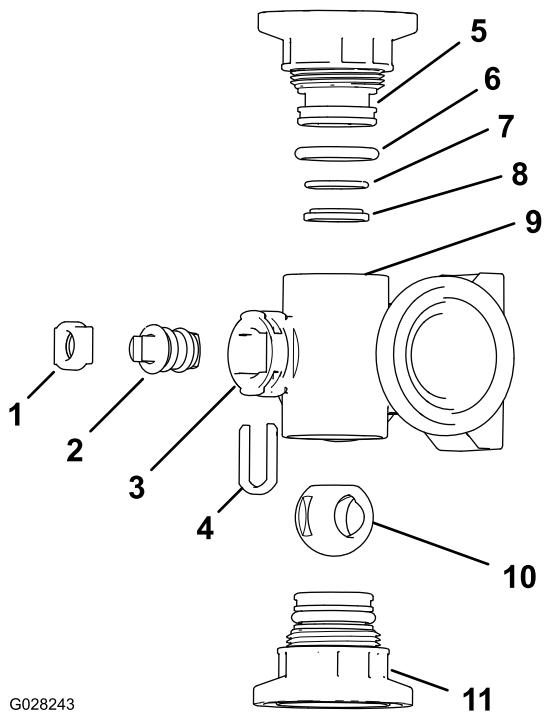
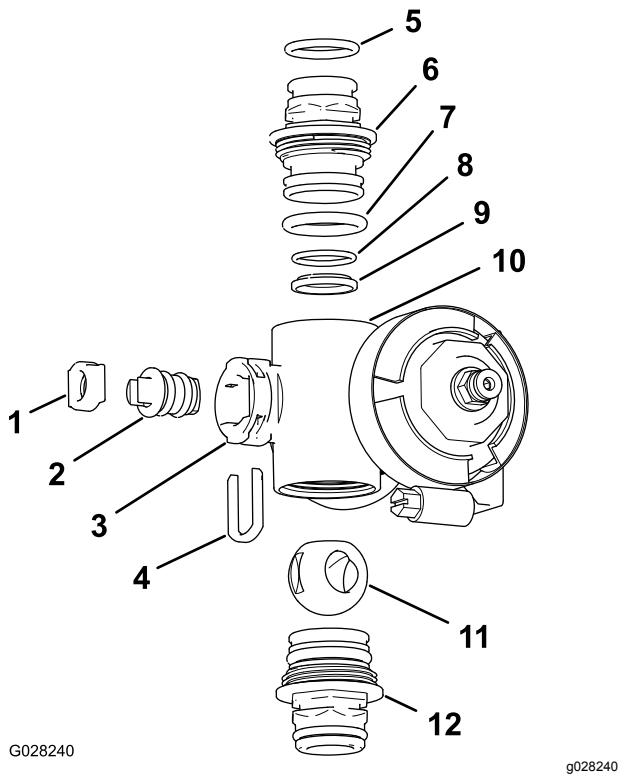

Рисунок 114
Рисунок 115
2. Снимите два штуцера торцевой крышки в сборе с каждого конца корпуса коллектора (Рисунок 114 и Рисунок 115).
4. Извлеките держатель штока из пазов в отверстии штока в коллекторе (Рисунок 114 и Рисунок 115).
5. Снимите держатель штока и седло штока клапана с коллектора (Рисунок 114 и Рисунок 115).
6. Просуньте руку внутрь корпуса коллектора и извлеките оттуда шток клапана в сборе (Рисунок 114 и Рисунок 115).
1. Проверьте состояние уплотнительных колец выпускных штуцеров (только коллектор клапана секции), уплотнительных колец торцевых крышек, задних уплотнительных колец седла и седла шарового клапана на отсутствие повреждений или износа (Рисунок 114 и Рисунок 115).
2. Нанесите силиконовую консистентную смазку на шток клапана и вставьте его в седло штока клапана (Рисунок 114 и Рисунок 115).
3. Вставьте шток и седло клапана в коллектор и закрепите шток и седло держателем штока (Рисунок 114 и Рисунок 115).
4. Убедитесь, что заднее уплотнительное кольцо седла и седло шарового клапана выровнены и правильно установлены в штуцере торцевой крышки (Рисунок 114 и Рисунок 115).
5. Установите штуцер торцевой крышки в сборе на корпус коллектора так, чтобы фланец штуцера торцевой крышки касался корпуса коллектора (Рисунок 114 и Рисунок 115), затем поверните штуцер торцевой крышки еще на 1/8–1/4 оборота.